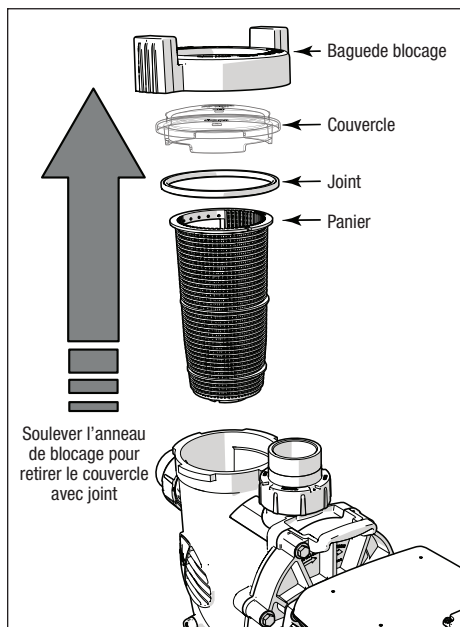

Figure 18. Retrait du couvercle de la pompe
1. Retirer le joint du couvercle. Voir la Figure 18.